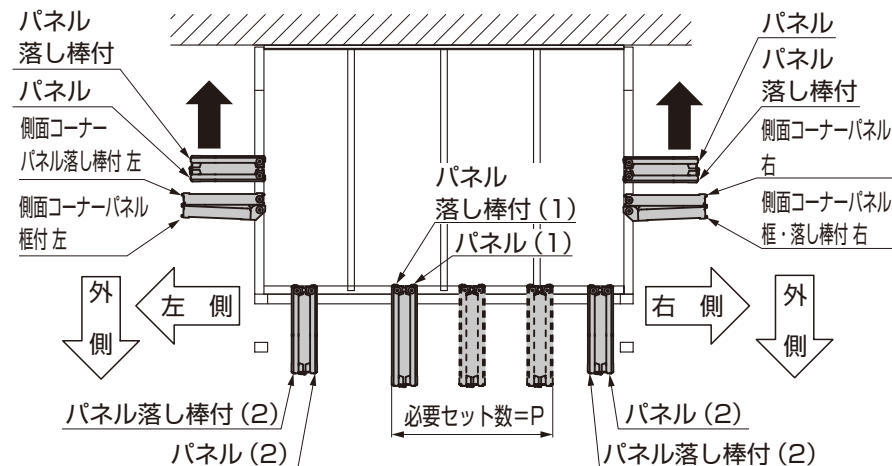

図14-5
- 折戸パネルおよび折戸パネル落し棒付は図14-5の順番に吊り込んでください。順番を間違えると折戸パネルが正しく機能しません。